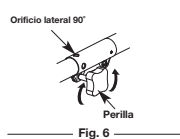

Fig. 6
- Gire la perilla en sentido antihorario para aflojarla (Fig. 6).
- Gire la perilla en sentido horario para ajustarla (Fig. 6).
Para recortar bordes mientras usa el accesorio de corte de cabeza de línea con modelos Rapid Link™, trabe el botón de desconexión en el orificio lateral de 90° (Fig. 6).